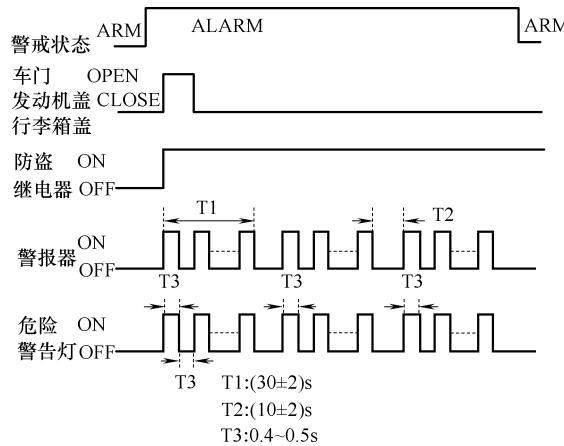

图 2-13 一般地区警报功能
1) 一般地区(图 2-13)警报功能。
① 在系统处于警戒状态时，如果打开任何车门或盖，进入警报状态，以 30sON、10sOFF 位周期输出警报器响及危险警告灯闪烁(中国、日本 3 次)。
② 确认警报器和危险警告灯输出的时间间隔。